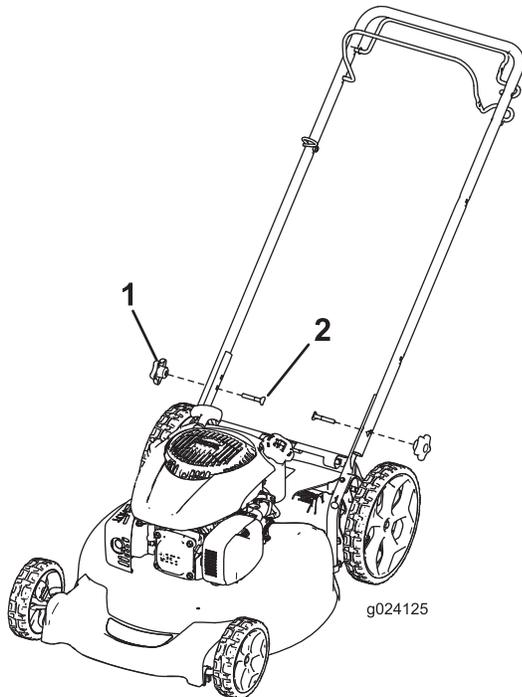

Figura 3
1. Retire y guarde los pomos del manillar de la carcasa de la máquina (Figura 3).
2. Mueva el manillar a la posición de operación (Figura 3).